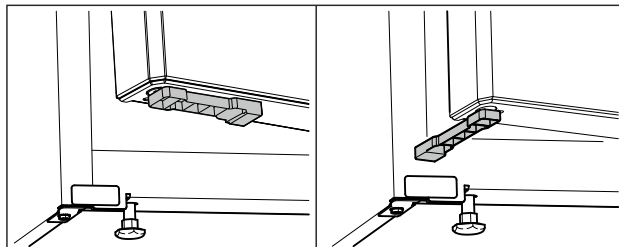

Fig. 69 *
- ▶ Gire el limitador de apertura de la puerta 90°. (consulte Fig. 69) *